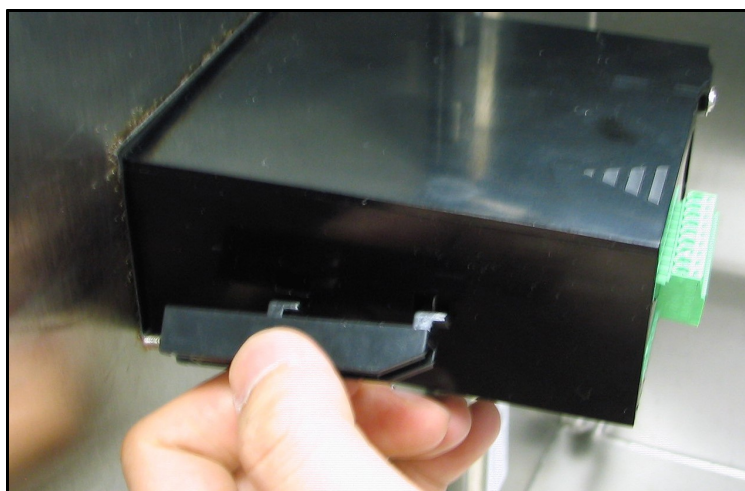

Figure 12: Installation des supports de fixation
4. À l'arrière du panneau, insérez les supports de fixation dans les orifices latéraux prévus à cet effet (voir la Figure 12).